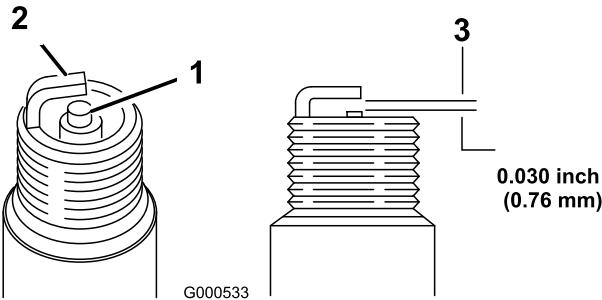

Figura 52
- Compruebe la separación entre los electrodos central y lateral (Figura 52) y doble el electrodo lateral si la separación no es correcta.
- Mire la parte central de las bujías (Figura 52).